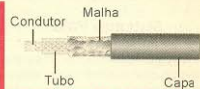

Figura 10 - Aspecto do cabo microfônico.
1) **Cabo sensor** (muito semelhante ao coaxial) com aproximadamente 3,5 mm de diâmetro, instalado sobre o alambrado, parede ou enterrado (figura 10).